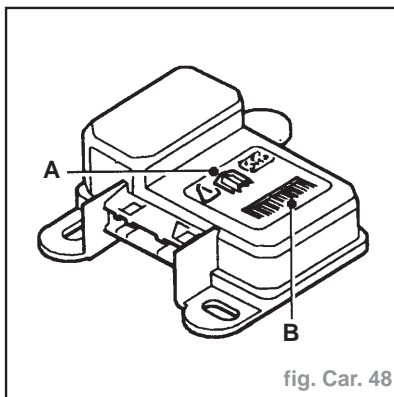

fig. Car. 48
- Boîtier de commande de diagnostic (fig. Car. 48)